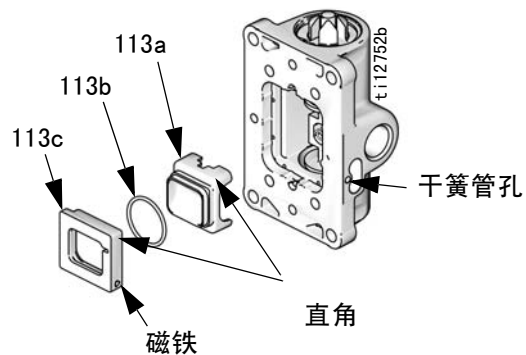

图 7：两件套阀座安装
组装阀座本体和阀座底座时，执行下列步骤需要注意只能一起朝一个方向。阀座本体（113a）和阀座底座（113c）在一角均有一个直角边。为防止损坏 O 形圈，切勿将这些零部件朝错误方向使力。见图 7。
8. 见图 7。润滑阀座 O 形圈（113b）并安装到阀座本体（113a）上，然后再将阀座本体组装到阀座底座（113c）上。润滑并安装阀座总成。将小圆磁铁与干簧管孔对准。